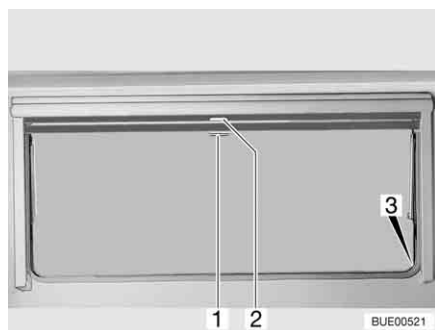

Fig. 20 Finestra apribile
Chiusura: ■ Tirare verso il basso l'oscurante a rullo accompagnandolo con la maniglia (Fig. 20,2). Quando si chiude completamente l'oscurante a rullo esso va agganciato da entrambi i lati al telaio della finestra nell'apposito elemento di fissaggio (Fig. 20,3).
Apertura: ■ Quando l'oscurante a rullo è completamente chiuso: Spingere la maniglia (Fig. 20,2) verso il basso tirandola leggermente verso l'interno. Sganciare l'oscurante a rullo dagli elementi di fissaggio a destra e a sinistra del telaio della finestra.
■ Quando l'oscurante a rullo si trova in posizione intermedia: Tirare la maniglia (Fig. 20,2) leggermente verso il basso finché l'elemento di fissaggio non si è sganciato.
Chiusura: ■ Tirare la maniglia (Fig. 20,1) della zanzariera a rullo verso il basso e agganciarla all'elemento di fissaggio (Fig. 20,3) su entrambi i lati del telaio della finestra.
- Spingere la maniglia (Fig. 20,1) verso il basso tirandola leggermente verso l'interno. Sganciare la zanzariera a rullo dagli elementi di fissaggio a destra e a sinistra del telaio della finestra.